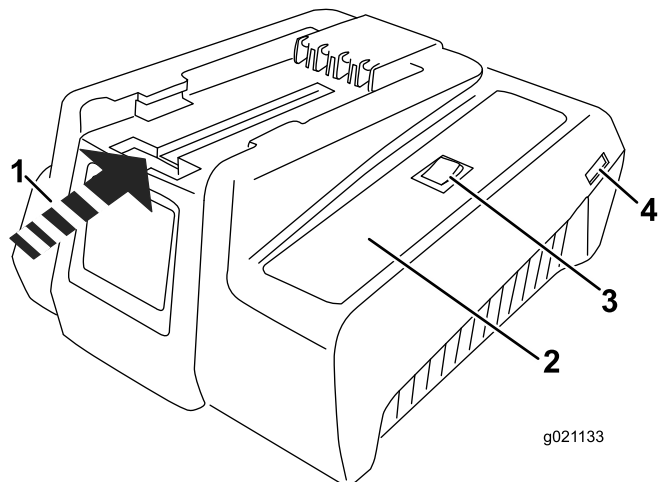
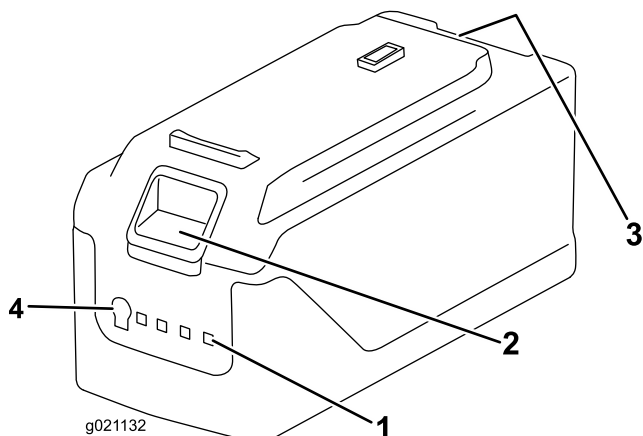

Figure 1
Figure 2
1. Si ce n'est déjà fait, branchez le cordon d'alimentation au chargeur (Figure 1), puis branchez-le à la prise électrique.
2. Retournez la batterie et placez la borne en face de la fente du chargeur (Figure 1 et Figure 2).